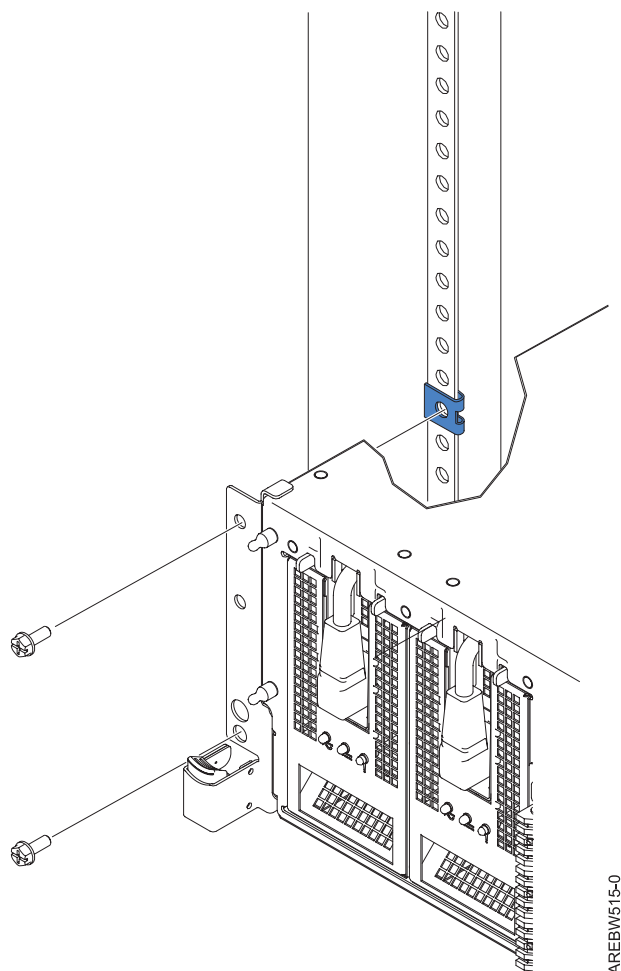

Figure 7. Fixez fermement le système à l'armoire par le biais des taquets de l'armoire
10. Fixez le système à l'armoire grâce aux loquets de l'armoire. Insérez la vis supérieure, puis installez le panneau. Insérez ensuite la vis inférieure dans le panneau. Utilisez les vis de fixation pour fixer le système à l'armoire, comme indiqué dans la figure 7.